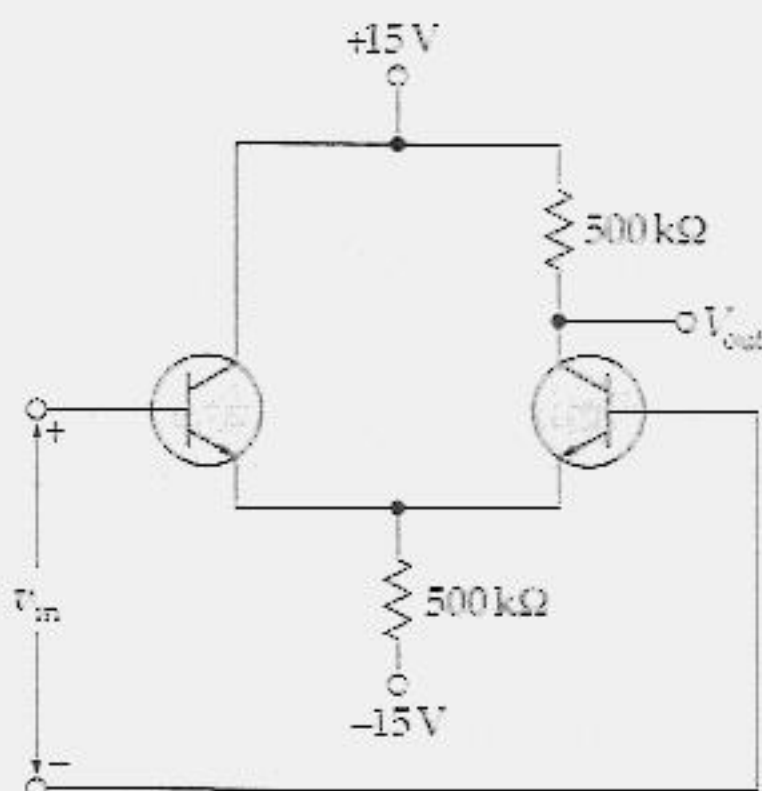

Figura 17.27
- 17.8 Na Figura 17.27, qual a V_{out} quando $v_{in} = 0$? E quando $v_{in} = 2$ mV? E quando $v_{in} = -2$ mV?
- 17.9 Se $\beta = 200$, qual a impedância de entrada do circuito da Figura 17.27?
- 17.10 O resistor do circuito da Figura 17.27 tem uma tolerância de $\pm 10\%$. Qual o mínimo ganho de tensão? E o máximo?
- 17.11 Se as tensões de alimentação do circuito da Figura 17.27 são aumentadas para ± 20 V, qual a V_{out} quando $v_{in} = 0$? E quando $v_{in} = 2$ mV? E quando $v_{in} = -2$ mV?
- 17.16 Qual o ganho de tensão em modo comum do circuito da Figura 17.27? Se existir uma tensão em modo comum de 20 μ V nas duas bases, qual o ganho de tensão em modo comum?
- 17.17 Na Figura 17.27, $v_{in} = 2$ mV e $v_{in(CM)} = 5$ mV. Qual a tensão ca de saída?
- 17.18 Qual a razão de rejeição em modo comum do circuito da Figura 17.27? Expresse a resposta em decibéis.